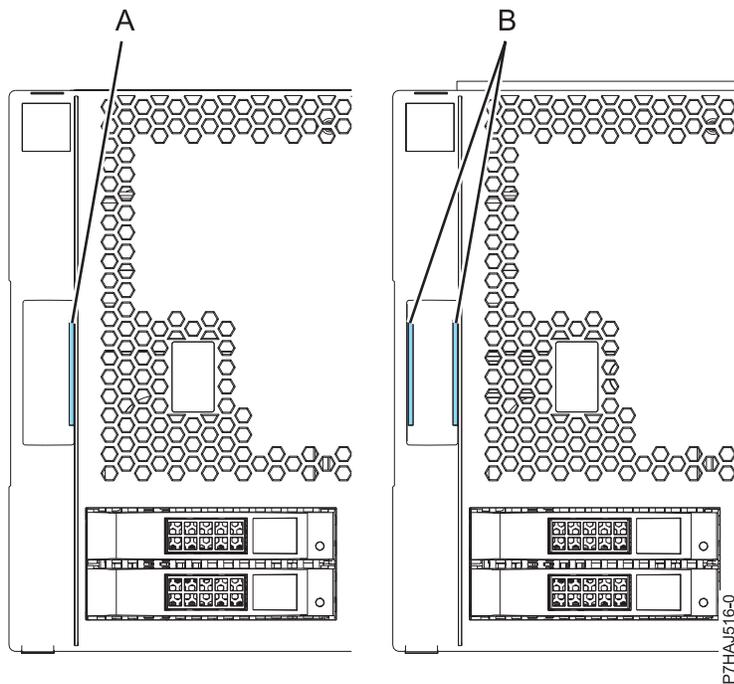

Figura 7. Identificando as Tampas Mais Antigas e as Mais Novas
Nota: As tampas mais antigas, que foram enviadas antes de 1 de março de 2011, podem ser identificadas por uma única faixa azul (A) nas travas do conjunto da tampa. As tampas mais novas, que foram enviadas após 1 de março de 2011, possuem duas faixas azuis (B) nas travas do conjunto da tampa. Consulte Figura 7 na página 25.